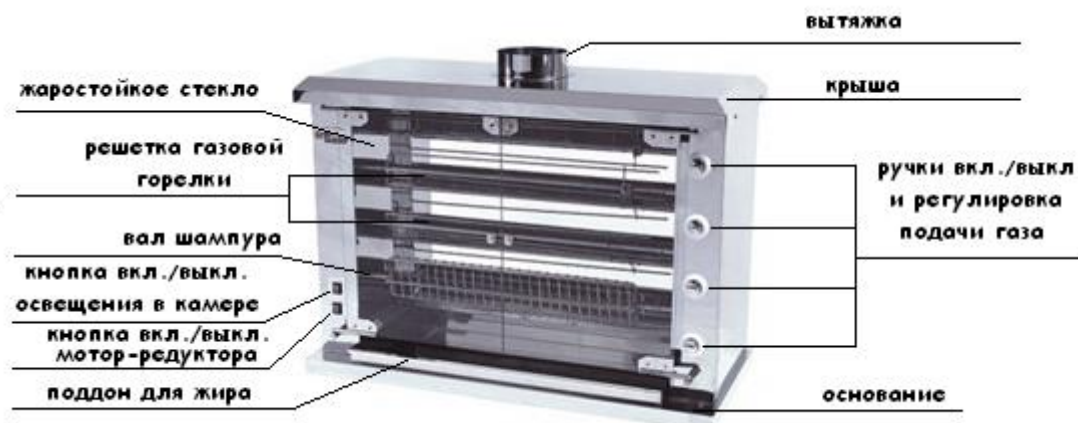

Рис.1
- 1.6 Внешний вид гриля и его составные части показаны на рис.1 (на базе 4-х горелочного гриля).